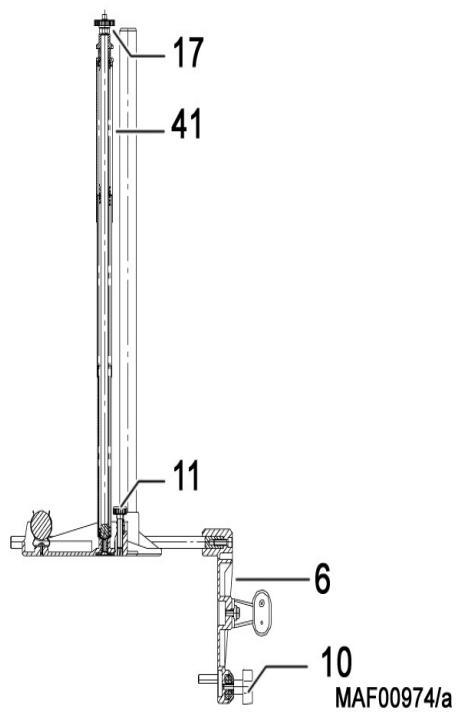
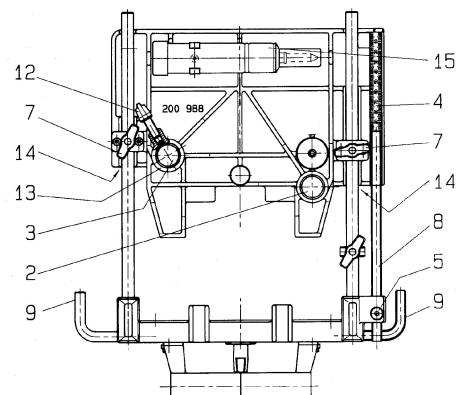
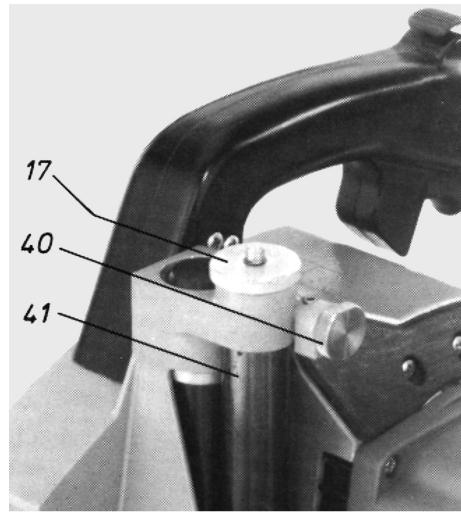

Abb. 1 (Fig. 1 ill. 1 afb. 1)
Abb. 2 (Fig. 2 ill. 2 afb. 2)
Abb. 3 (Fig. 3 ill. 3 afb. 3)
- Am Schlitzgerät SG 230 Rändelmutter 17 (Abb. 1) entfernen.
- Beim LS 103 Rastbolzen 40 (Abb. 3) im Uhrzeigersinn bis auf Anschlag verdrehen.
- LS 103 auf Führungssäulen 2 und 3 (Abb. 2) schieben und Rändelmutter 17 (Abb. 3) wieder fest aufschrauben.
- Nun Parallelanschlag 6 (Abb. 1) in die vorgesehenen Aufnahmen 14 (Abb. 2) stecken und mit Flügelschrauben 7 festspannen.
Da verschieden dicke Fräskettengarnituren (6 - 21 mm) verwendet werden können, muss Skala 4 (Abb. 2) nach dem Wechseln der Fräskettengarnitur neu justiert werden.
- Dazu werden Senkschraube 5 und Flügelschrauben 7 gelöst und der Parallelanschlag 6 (Abb. 1) eingeschoben, bis er an der Fräskette anstößt.
- Danach wird auch der Anzeigestab 8 (Abb. 2) bis zur 0-Markierung der Skala 4 geschoben und mit Senkschraube 5 wieder festgespannt.
Der Abstand einer Einfräzung parallel zur Kante des Holzes ist durch Verstellen des Parallelanschlags 6 (Abb. 1) einstellbar.
- Zum Verstellen des Parallelanschlags 6 Flügelschrauben 7 (Abb. 2) lösen und Abstand mit Hilfe der Skala 4 einstellen.
- Nach der Einstellarbeit Flügelschrauben 7 wieder anziehen. Zusätzlich kann der Parallelanschlag 6 (Abb. 1) durch einfaches Umdrehen auch als Doppelaufage verwendet werden.
Der Abstand einer Einfräseung rechtwinklig zur Kante ist mit den Anschlagbügeln 9 (Abb. 2) einstellbar.
- Flügelschraube 10 (Abb. 1) lösen und Abstand einstellen.
- Bei waagrechten Fräsarbeiten kann Gewichtsausgleich 41 (Abb. 3) außer Funktion gesetzt werden und ermöglicht so ein leichteres Eintauchen.
- Flügelschraube 12 (Abb. 2) lösen und Anschlagring 13 auf Tiefe einstellen.
Bei senkrechten Fräsarbeiten dient Haltespitze 11 (Abb. 1) als Verrutschsicherung. Sie wird durch Verdrehen in Eingriff gebracht.
Das Rollenlager der Führungsschiene regelmäßig mit Fett presse 15 (Abb. 2) durch das Schmierloch in der Führungsschienenspitze schmieren (**ausgeschließlich säurefreies Kugellagerfett verwenden!**)!
- With chain mortising machine LS 103, locking bolt 40 (Fig. 3) has to be turned clockwise as far as it will go.
- Put the chain mortising machine LS 103 on guide columns 2 and 3 (Fig. 2) and retighten knurled nut 17 (Fig. 3).
- Then attach parallel guide fence 6 (Fig. 1) to the guide fence carrier 14 (Fig. 2) provided for this purpose and tighten wing screws 7.
After changing the mortising chain set scale 4 (Fig. 2) needs to be readjusted since different widths of mortising chain sets (6 – 21 mm / 1/4 – 13/16 in.) can be used.
- To do so, loosen flat head screw 5 and wing screws 7 and move parallel guide fence 6 (Fig. 1) until it touches the mortising chain.
- Indicator bar 8 (Fig. 2) as well, has to be moved to the 0 marking on scale 4 and retightened by means of flat head screw 5.
The distance of the cut to be made parallel to the edge of the timber can be set by adjusting parallel guide fence 6 (Fig. 1).
- To adjust parallel guide fence 6 loosen wing screws 7 (Fig. 2) and set the distance by means of scale 4.
- After adjusting, retighten the wing screws 7. Parallel guide fence 6 (Fig. 1) can also be used as an extended support; simply turn it over.
The distance of a cut at a right angle to the edge of the timber can be determined by adjusting stop bows 9 (Fig. 2).
- Loosen wing screw 10 (Fig. 1) and adjust the distance.
When doing horizontal cuts the weight compensating spring 41 (Fig. 3) may be released to facilitate the cutting operation.